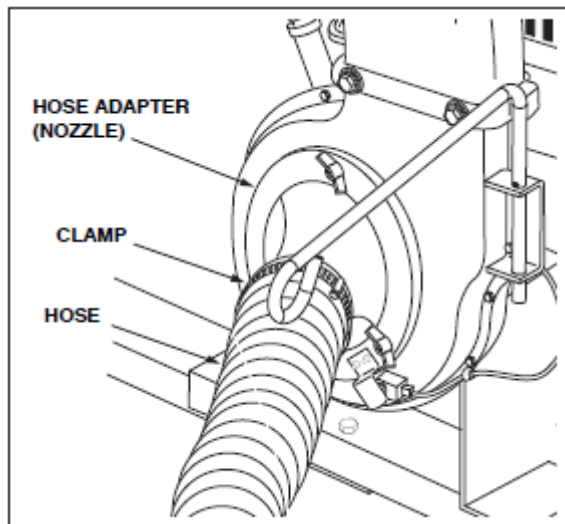

Рис. 16
27. **Не повредите переходник во время затяжки хомута.** См. рис. 16.